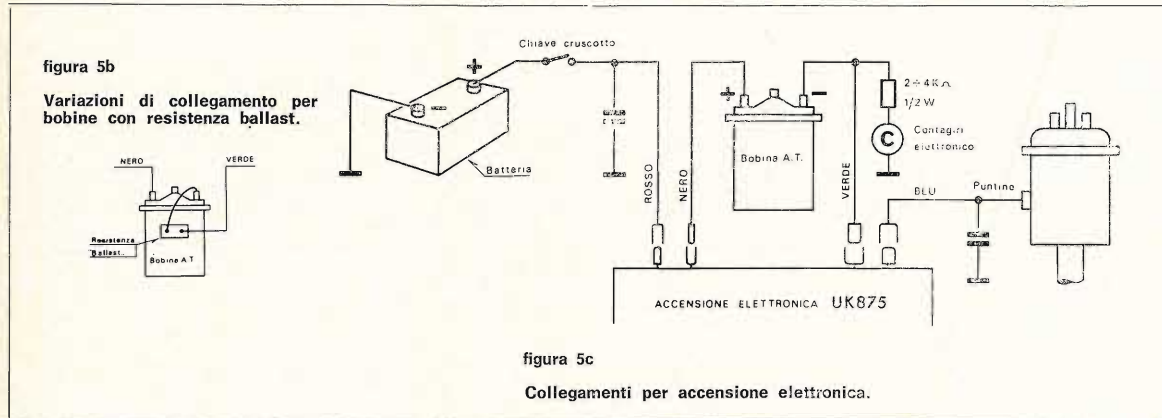

figura 5c
- Qualora la bobina sia munita di un resistore del tipo ballast, il conduttore verde dovrà essere collegato come indica la figura 5c.